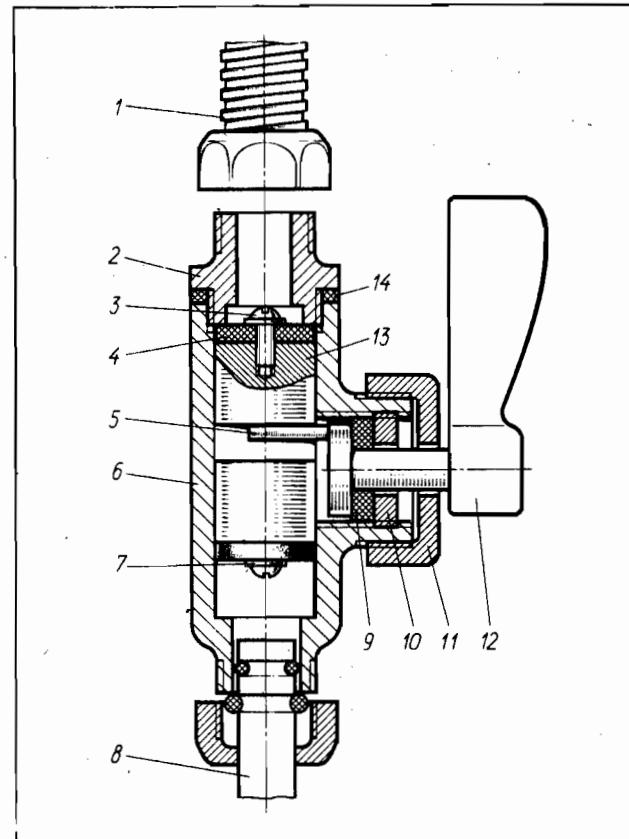

Рис. 25. Переключатель золотникового типа смесителя См-ВУ-ШлА:
**Способ устранения** Чтобы добраться до прокладок, отверните накидную гайку 14 и снимите гибкий шланг. Выкрутите переходник и рукояткой 8 подайте вверх золотник. Осмотрите прокладку. Можно ее и вынуть, вывернув винт. При надобности вырежьте новую прокладку из листовой резины толщиной 4—5 мм средней твердости или из кожи. Последняя быстрее выходит из строя. Для замены второй (нижней) прокладки золотника потребуется еще разобрать переключатель в следующем порядке (рис. 25): снимают рукоятку 12, накидную гайку 11, круглую гайку 10, сальниковую набивку 9, кривошип 5 и, наконец, вверх извлекают золотник 13. После ремонта сборку производить в обратной последовательности